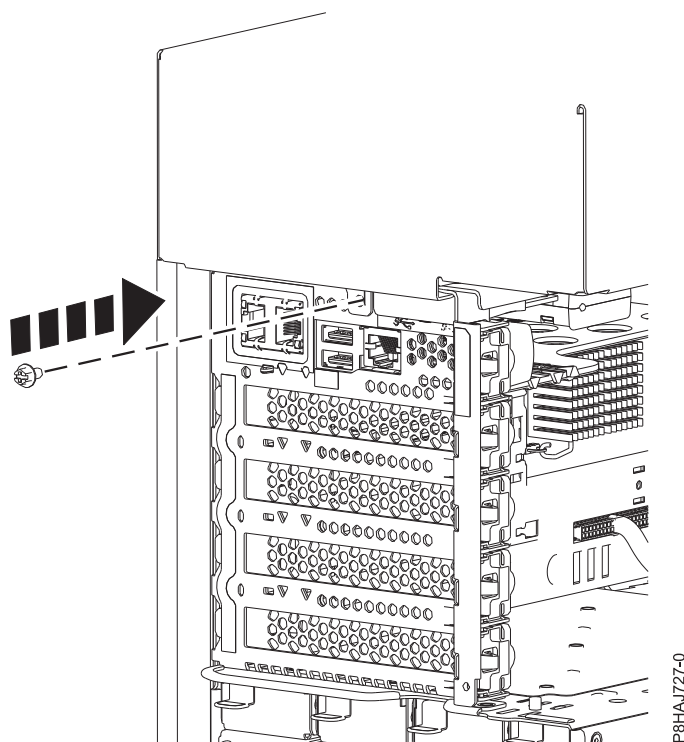

図 22. 8286-41A サイド・カバーねじの取り付け
5. プラスのねじ回しを使用して、サイド・カバー後部ねじを取り付けます (43 ページの図 22 を参照)。